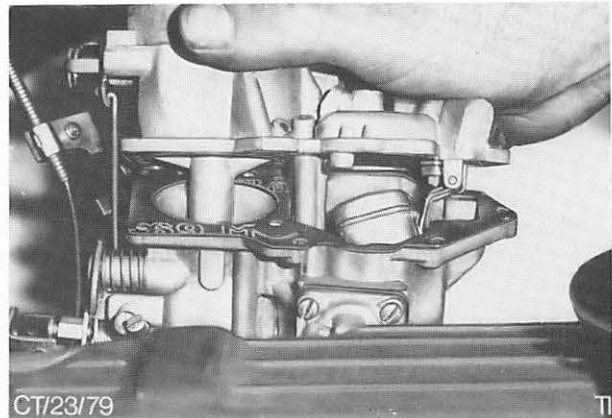

Abb. 31 Vergaserdeckel abbauen (Vergaser mit handbetätigter Startvorrichtung gezeigt)
6. Schrauben (7) entfernen, Vergaserdeckel abheben und Verbindungsstange – Starterklappe aushängen. Vergaserdeckel zur Seite legen. Abb. 31. Bei Vergasern mit Startautomatik Gestänge durch Entfernen der Schraube (Stufenscheibe) am Vergasergehäuse aushängen.